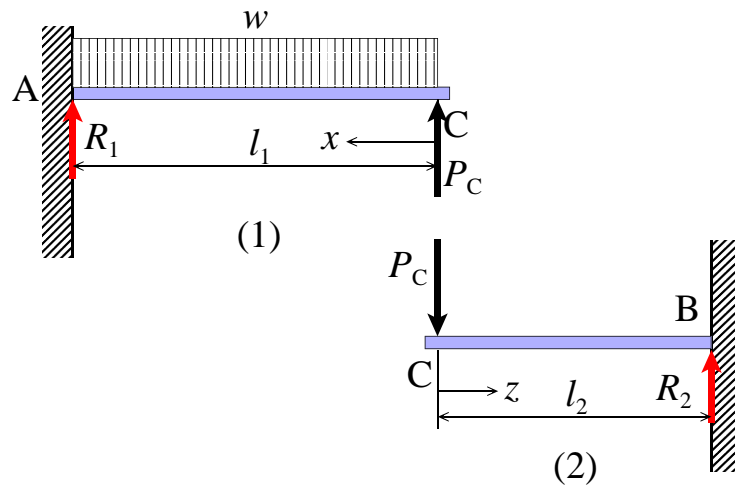

図 37: 二つの片持ちはり
基本的に二つの片持ちはりの問題を解き、点 A と B でたわみとたわみ角が零、点 C でたわみが等しいことを用いて解きます。そのため、まず、図 37 の (1) と (2) の二つの片持ちはりに分割し、同図に示すように座標系をとります。